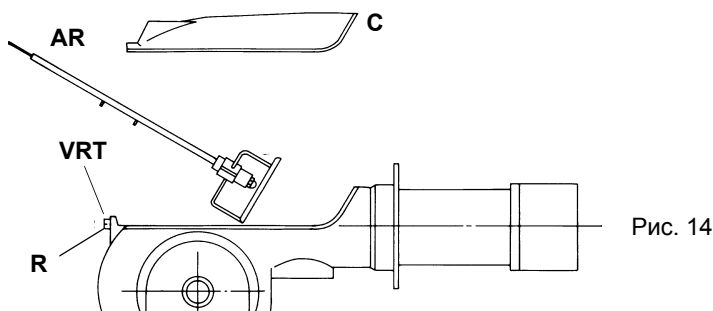

Рис. 14
- Снять, проверить и почистить голову сгорания (см. следующий параграф), при последующей сборке тщательно придерживаясь размеров, приведенных на Рис. 14;
- 5 Вынуть всю группу, как указано в Рис. 14 (а моделях **PG70 - PG81 - PG92**) регулирующий винт **VRT** вынимается вместе с группой головы сгорания